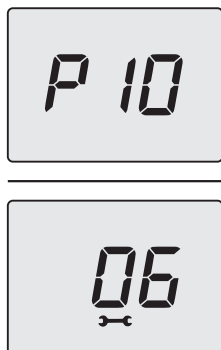

Figura 5.73
- Premere per 1 sec. il tasto 50 (Figura 5.69) per entrare nel parametro selezionato. Il display visualizzerà quanto segue (6=60 secondi) (Figura 5.73).